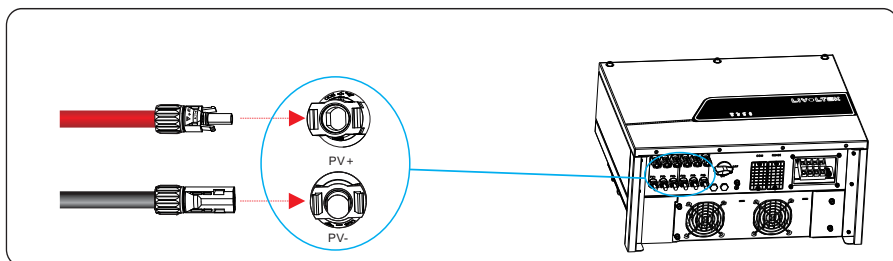

Figura 5.15 Conectando ao inversor
Passo 6 Insira os conectores positivo e negativo em seus terminais correspondentes do inversor até ouvir um "clique", conforme mostrado na Figura 5.15.